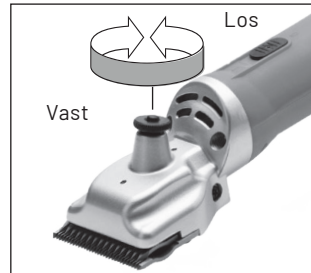

Fig. 1
2. Om de scheermessen te verstellen, draait u de stelschroef (2) vast tot de eerste weerstand voelbaar is (fig. 1).